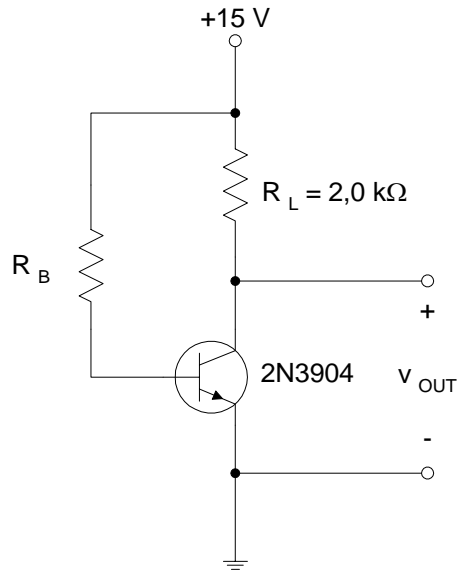

Figura 5. Circuito para el experimento 5.
5. Seleccione el transistor 2N3904 con el mayor valor de  $\beta_F$  basándose en los resultados de la prueba. Construya el circuito de la Figura 5. Basándose en sus mediciones de este transistor en particular, calcule los valores de  $R_B$  de forma que el valor DC de la tensión  $V_{out}$  sea de aproximadamente 7 V. Con la ayuda de la resistencias de su kit de prácticas, calcule aproximadamente el valor de  $R_B$  en su circuito y verifique los cálculos. **P.5.1 ¿Qué factores determinan lo cerca que está de conseguir el valor DC deseado de la tensión de salida?**